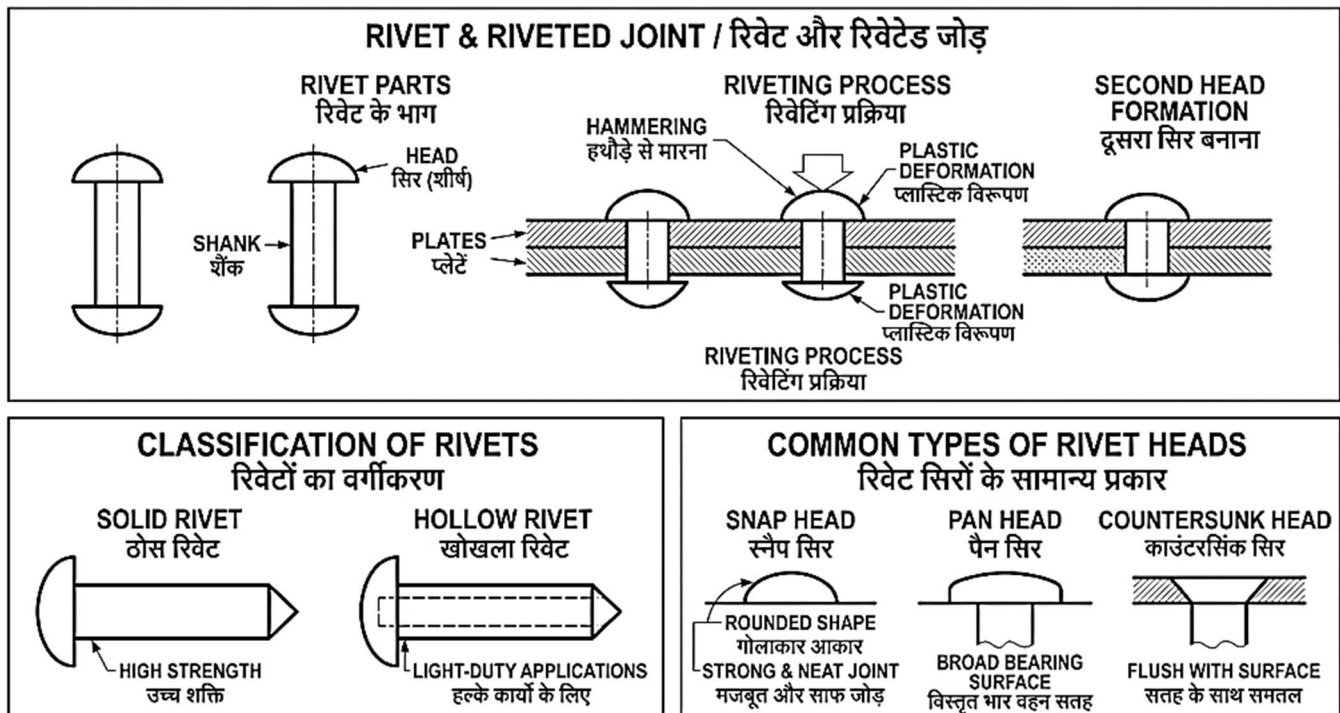

Fig. 7.9: Rivet Parts, Riveting Process, Classification and Types of Rivet Heads | रिबेट के भाग, रिवेटिंग प्रक्रिया, वर्गीकरण एवं रिबेट हेड के प्रकार
7.9.1 Introduction (Fig.7.9)
7.9.1 परिचय (Fig.7.9)